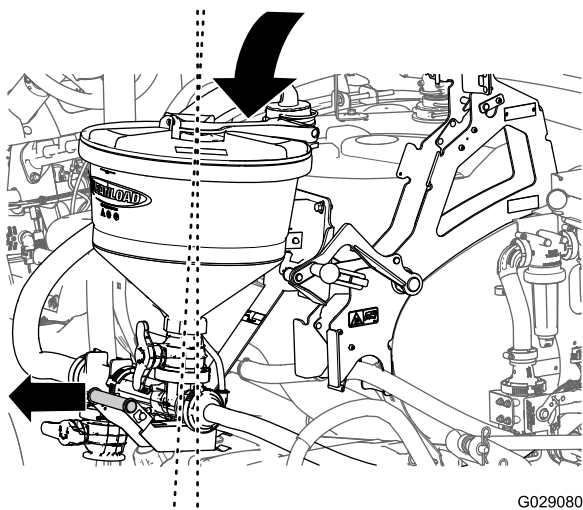

Figura 35
4. Abbassate completamente il nebulizzatore mantenendo la relativa stegola leggermente verso l'esterno (Figura 35).
- Sollevate il nebulizzatore mantenendo la relativa stegola leggermente verso l'esterno (Figura 35).